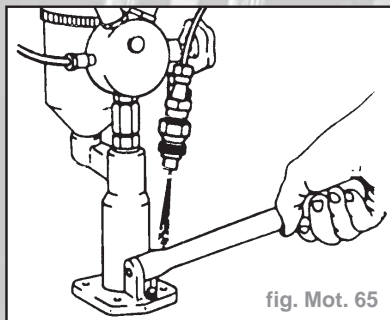

fig. Mot. 65
- En manoeuvrant rapidement le levier de pompe (4 à 6 mouvements par seconde), le brouillard de pulvérisation doit être en forme de cône étroits sans jet latéral (fig. Mot. 65).